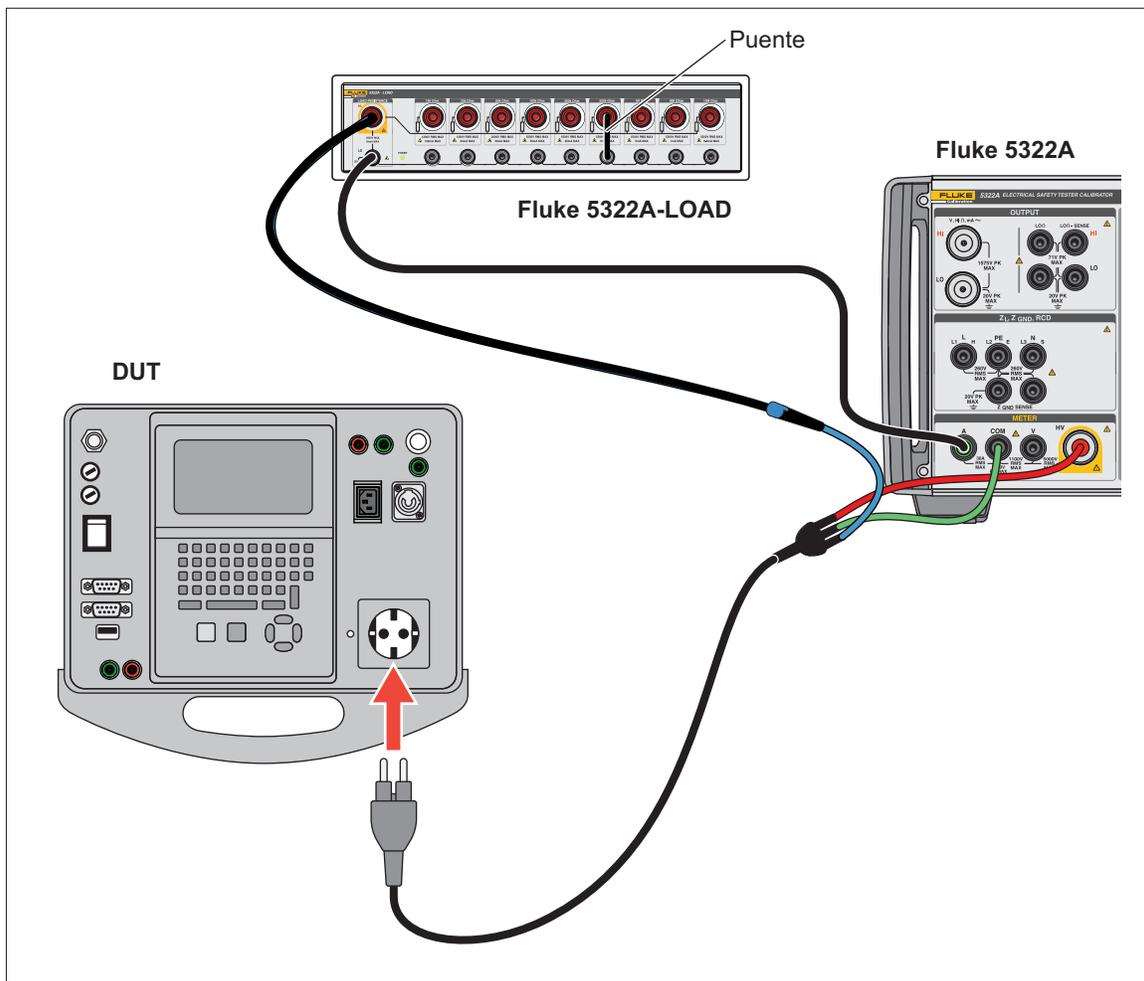

Figura 59. Medición de corriente de fuga de flash de clase I
3. Conecte el Producto y el DUT como en la figura 59.
4. Elija un valor de resistencia de carga 5322A-LOAD para simular el valor de corriente de fuga requerido y conecte utilizando un puente insertado en los receptáculos de la resistencia 5322A-LOAD correspondientes, como se muestra en la figura 59.